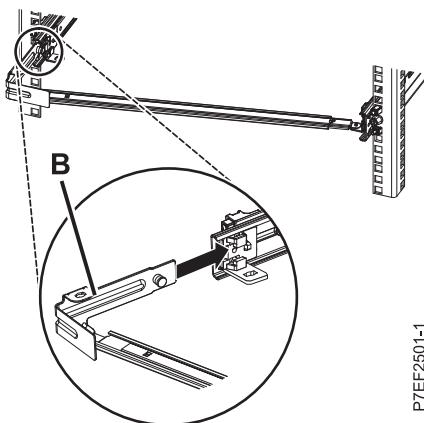

図 12. ピンを延長してブラケットをスライド・レールに取り付ける
4. ケーブル・マネージメント停止プラケット (B) を右側スライドの内側のスロットに取り付けます。停止プラケット (B) をスライド・レールに滑り込ませ、バネ式のピンが所定の位置に収まるまでスライドさせます。詳しくは、10 ページの図 12 を参照してください。